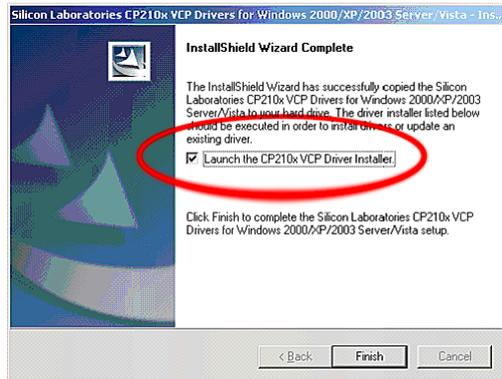

Рисунок 6.12
– на экране появится окно (рисунок 6.12). Установить флажок в окне "Launch the CP210x VCP Drive Installer" и для завершения установки драйвера щелкнуть по кнопке **Finish**.